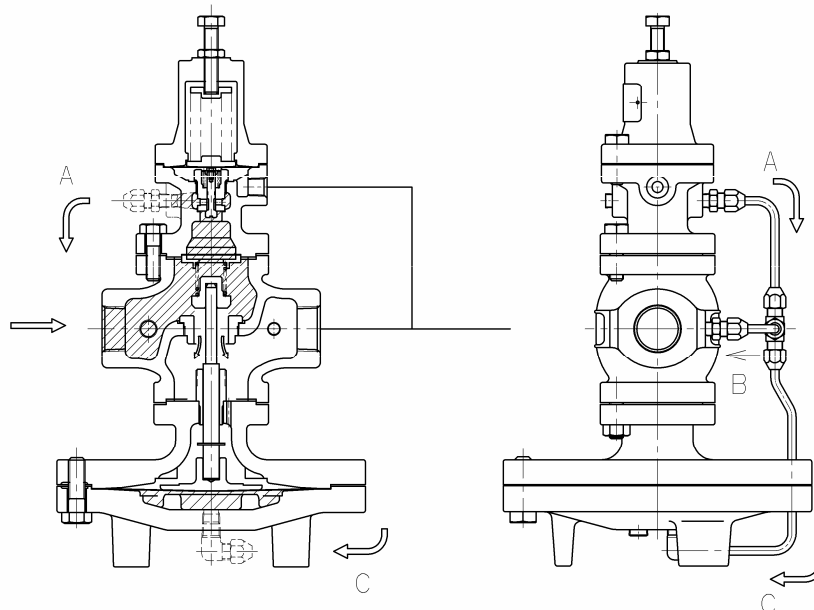

図3
(3) 先立弁弁体を通る流量が増えますと、メインダイヤフラム室の操作圧が上昇して、主弁背部の圧力および主弁ばね㉑の荷重に打ち勝って主弁を押し開き、一次側から二次側へ流体が流れ始めます。(図3)